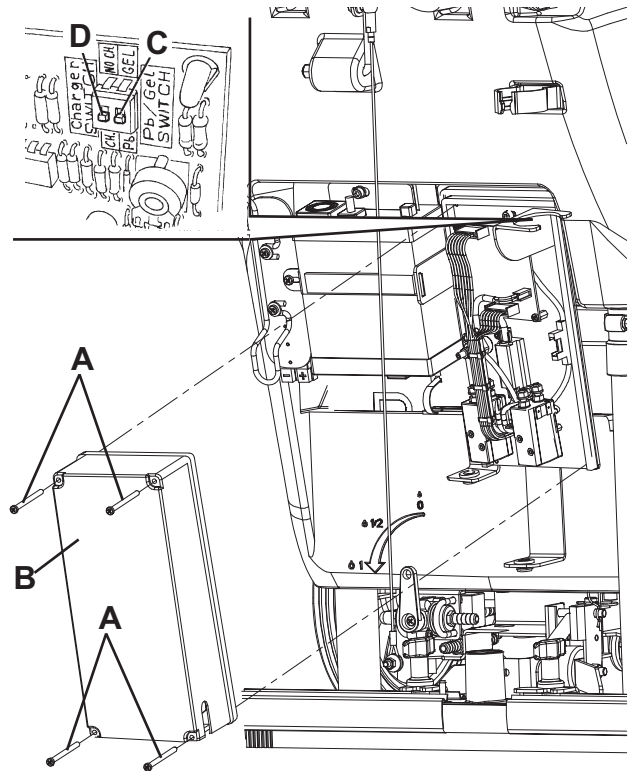

Figure 1
1. S'assurer que le connecteur des batteries (29) est débranché.
3. Enlever les vis (A, Fig. 1) et sortir avec soin le couvercle (B) du boîtier électrique.
4. Porter le microinterrupteur (C) dans la position WET.